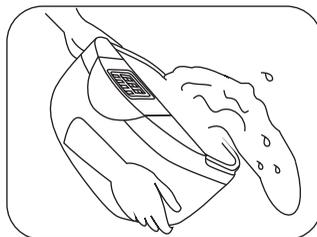

Fig. 20
13►Finalmente, despeje a solução contaminada em uma pia apropriada para essa finalidade ou limpeza de instrumentos/artigos procedendo da seguinte maneira: incline cuidadosamente o equipamento para qualquer uma das laterais no lado oposto ao painel de controle, procurando direcionar a água para o canto da cuba de inox que facilitará o descarte da água evitando a entrada de água no equipamento pelos orifícios do mesmo (Fig.20, pág. 16).
- Limpe a cuba de inox e troque a solução de limpeza a cada ciclo para manter a eficácia do procedimento. A solução contaminada deve ser despejada cuidadosamente inclinando-se o equipamento para o lado oposto ao painel de controle, de modo a vertê-lo na pia apropriada para esse tipo de limpeza e/ou descarte (Fig.20);